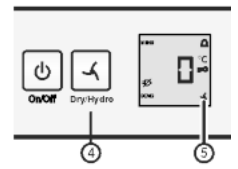

Fig. 3
▶ **Hydro** beállítása: Addig nyomja a Dry/Hydro gombot *Fig. 3 (4)*, amíg meg nem jelenik az  ikon. Eressze el a gombot.
▷ Világít a Dry/Hydro ikon *Fig. 3 (5)*.
▶ **Dry** beállítása: Addig nyomja a Dry/Hydro gombot *Fig. 3 (4)*, amíg ki nem alszik az  ikon. Eressze el a gombot.